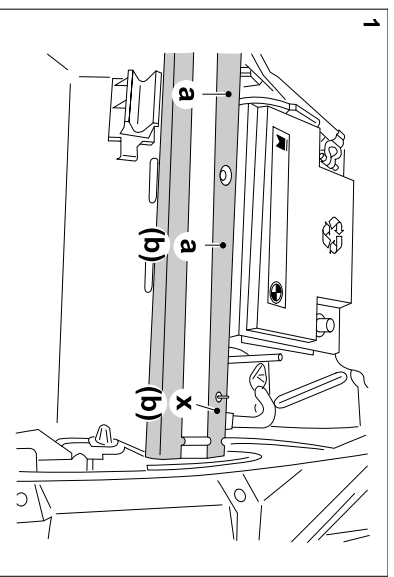

Bild 1: Borra hål i bagaget höger
- 4.) Borra 3 st 14 mm hål genom bagagegolvet genom överdelen av balk båda sidor vid körmärken "x och a". Borra sedan 14 mm hål genom övre balken ner genom undre vid körmärken "b", se bild 1, 2 och 8.
- 2.) Smontare la parte inferiore del paraurti (svitare le viti; tirare all'indietro; la parte non verrà più utilizzata). Smontare il paraurti (svitare le viti dei rivestimenti dei passaruota; svitare dal basso le viti a esagono cavo dei sostegni del paraurti; togliere il paraurti da dietro). Smontare i sostegni del paraurti (con tampone) di sinistra e di destra e rimuovere le guarnizioni in gomma - se presenti - (sostegni e guarnizioni non verranno più utilizzati). Riutilizzare le boccole di regolazione (7) in "e" per regolare l'altezza del paraurti. Rimuovere il supporto di fissaggio dell'alloggiamento per la ruota di scorta (non verrà più utilizzato).
- 4.) Nel bagagliaio, eseguire rispettivamente 3 fori del diametro di 14 mm (in "a" e "x") nei centri sulle parti superiori dei longheroni di destra e di sinistra. Attraverso i fori intermedio e posteriore (vicino alla parete posteriore) eseguire in "b", dall'alto, dei fori del diametro di 14 mm anche nelle parti inferiori dei longheroni (punzonature dei centri già presenti); v. figure 1, 2 e 8.